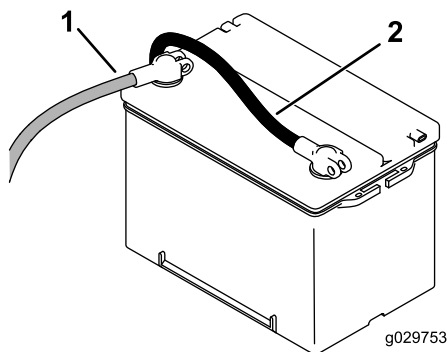

Figura 50
- Per diseccitare la macchina elettricamente, ruotate l'interruttore di scollegamento della batteria in senso antiorario in posizione OFF (Figura 50).
6. Montate il cavo positivo (rosso) sul morsetto positivo (+) e poi il cavo negativo (nero) sul morsetto negativo (-) della batteria (Figura 50).